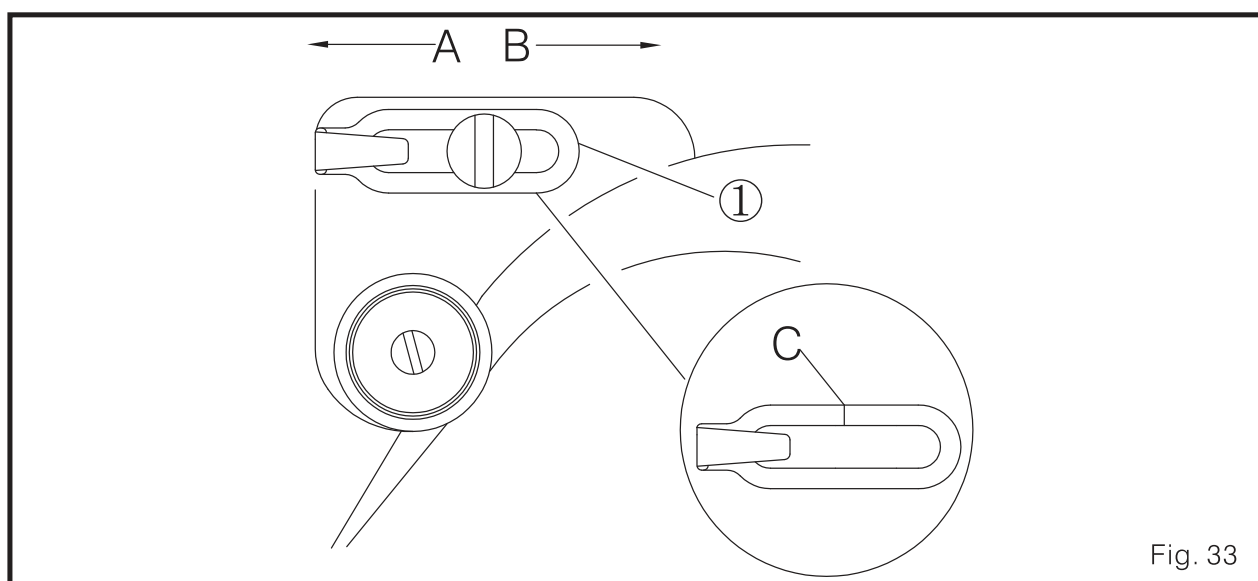

Fig. 33
1. Mova a guia de linha ① para a esquerda (na direção A) para aumentar a quantidade de linha puxada pelo estica fio ao costurar tecidos pesados. (Fig. 33)
2. Mova a guia de linha ① para a direita (na direção B) para diminuir a quantidade de linha puxada pelo estica fio ao costurar materiais leves.
3. Em geral, a guia de linha ① é posicionada para alinhar a linha de marcação C com o centro do parafuso.